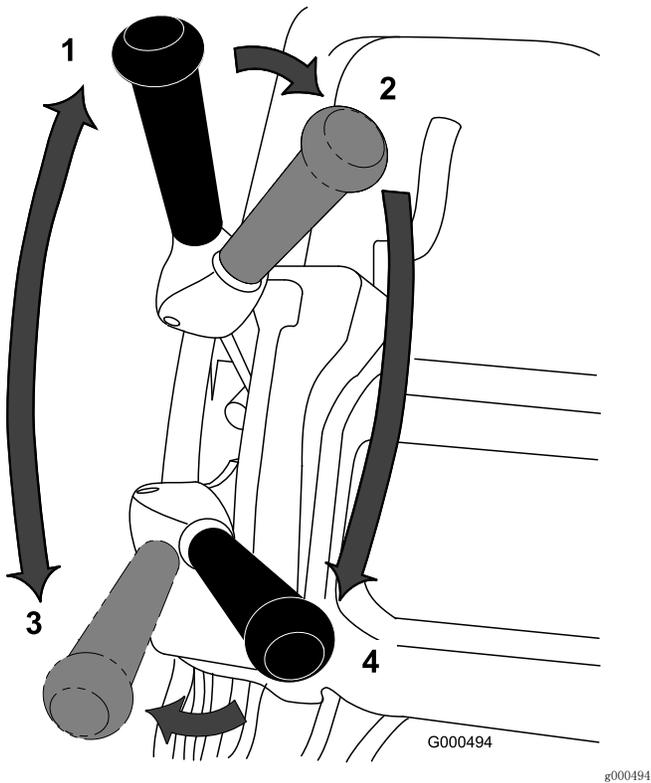

图32
1. 启动发动机，将油门设置为低速，向下推动手柄以提起滚刀组，压低操作员到位控制装置，将牵引和滚刀驱动接合杆移至前进（行驶）位置，使机器行驶到果岭的环圈上（图32）。
2. 将接合杆移至空档位置（图32）。
3. 将接合杆移至牵引——空档位置和滚刀驱动——分离位置（图32）。
4. 将牵引杆移至牵引——前进和滚刀驱动——接合位置（图32），增加油门速度直至机器按照所需的地面行驶速度行驶，将机器行驶到果岭上，将滚刀组放低到地面上，然后开始剪草。